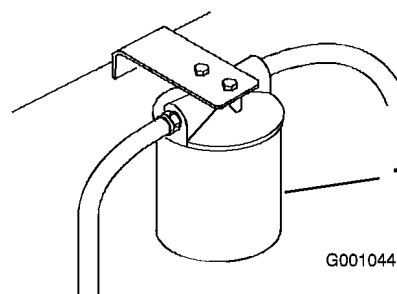

Figure 60
3. Placez un bac de vidange sous le filtre, déposez le filtre usagé et essuyez la surface du joint de l'adaptateur (Figure 60).